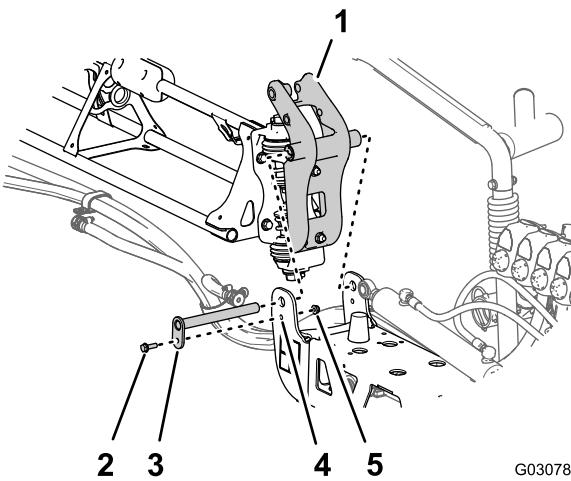

Figura 121
- Alinhe os casquinhos da união da articulação com os orifícios nas flanges do suporte da articulação na extremidade da secção de pulverização central (Figura 121).